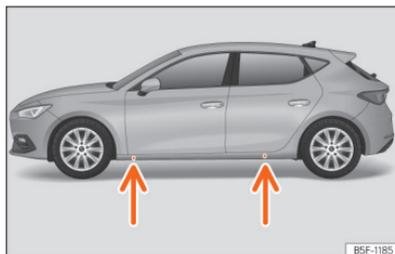

Fig. 248 Pontos de apoio do macaco.
- Procure na longarina a marca do ponto de apoio do macaco (zona afundada) mais próximo da roda a substituir » » » Fig. 248.